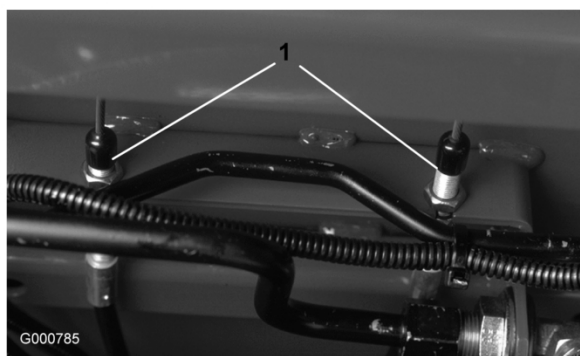

Figure 62
2. Pour réduire la garde aux pédales de frein, serrez les freins en desserrant l'écrou avant sur l'extrémité filetée du câble de frein (Figure 62). Serrez ensuite l'écrou arrière pour ramener le câble en arrière pour obtenir une garde aux pédales de frein de 1,25 à 2,5 cm (1/2 à